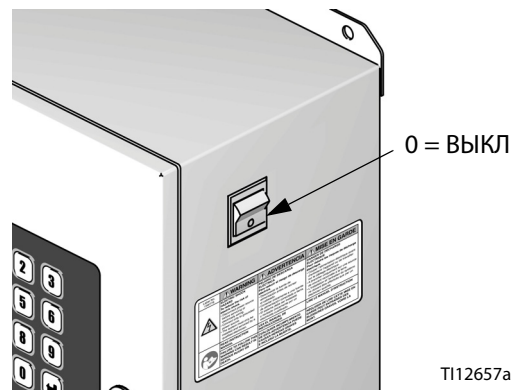

Рис. 24: Питание отключено
- Отключите питание ProMix 2KS (положение 0). Рис. 24. Также отключите питание на главном размыкателе цепи.